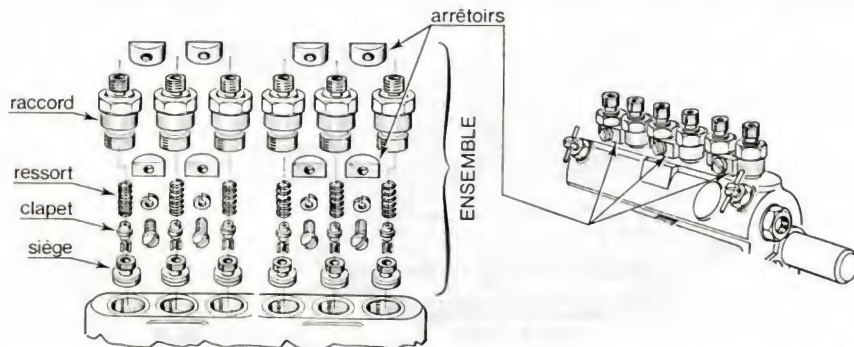

Fig. 28.
— Remontage des ensembles « soupapes de refoulement » en respectant le système d'étanchéité ainsi que le couple de serrage (2) (fig. 28).